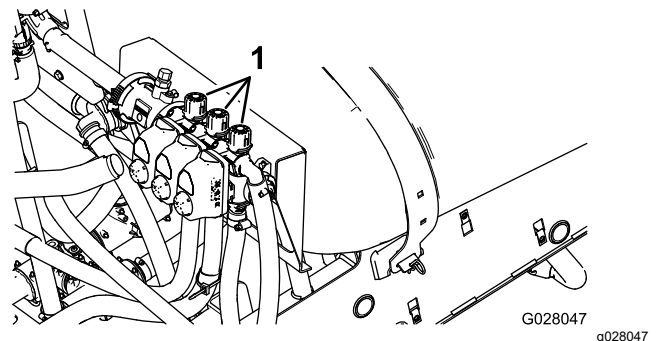

图 22
2. 关闭左喷洒臂段并调节喷洒臂段旁通旋钮 图 22 直至压力读数达到先前的调节水平通常为 2.75bar 或 40 psi。
4. 调节右喷洒臂段旁通旋钮 图 22 直至压力读数达到先前的调节水平通常为 2.75bar 或 40 psi。
6. 调节中间喷洒臂段旁通旋钮 图 22 直至压力读数达到先前的调节水平通常为 2.75bar 或 40 psi。